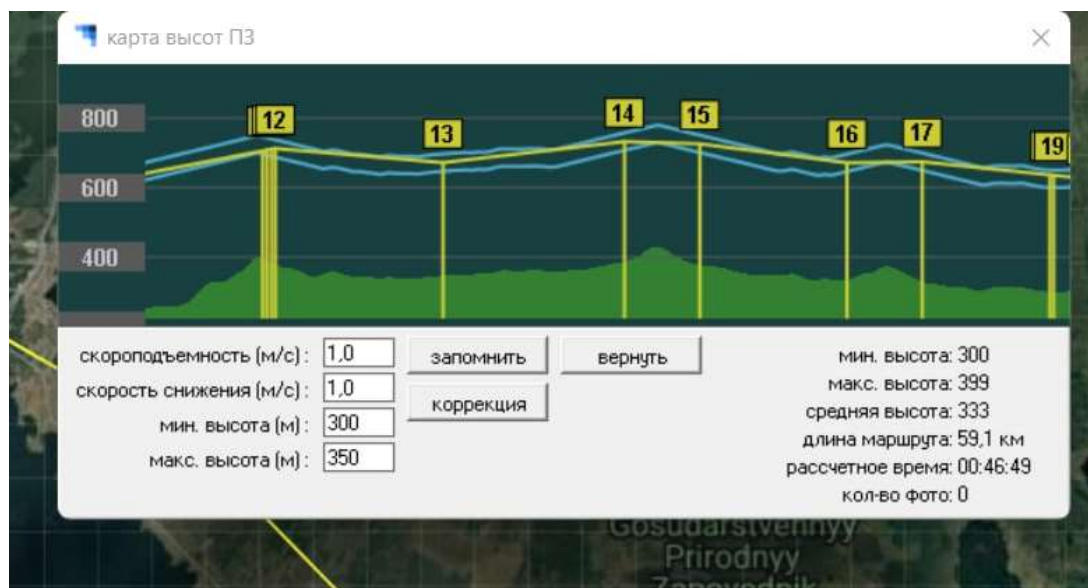

Рисунок 30 – Окно «Карта высот ПЗ»
5.2.12 При выборе пункта «Карта высот ПЗ» открывается окно для создания коридора высот полетного задания (Рисунок 30). Применяется при создании маршрута для автоматического огибания рельефа местности при выполнении автоматической съемки фотоаппаратом, установленным на БВС.